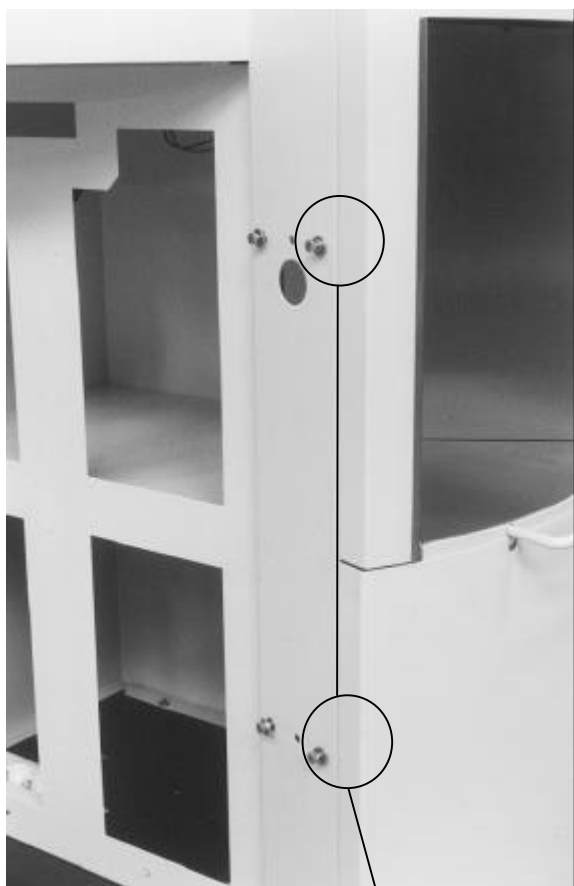

figura 6
- Avvitare i 4 bulloni di fissaggio, con rondella e rosetta elastica, di 2 giri nei fori di fissaggio che si trovano sulla base, come indicato in figura 6.
5. Riempire i canestri con pasta fino al livello\* massimo indicato, aprendo lo sportello in alto (figura 6, numero 9) e togliendo il coperchio del canestro. Il canestro può ora essere riempito fino al niscelatore superiore. Assicurarsi che l'altezza della leva di rinvio rimanga la stessa.